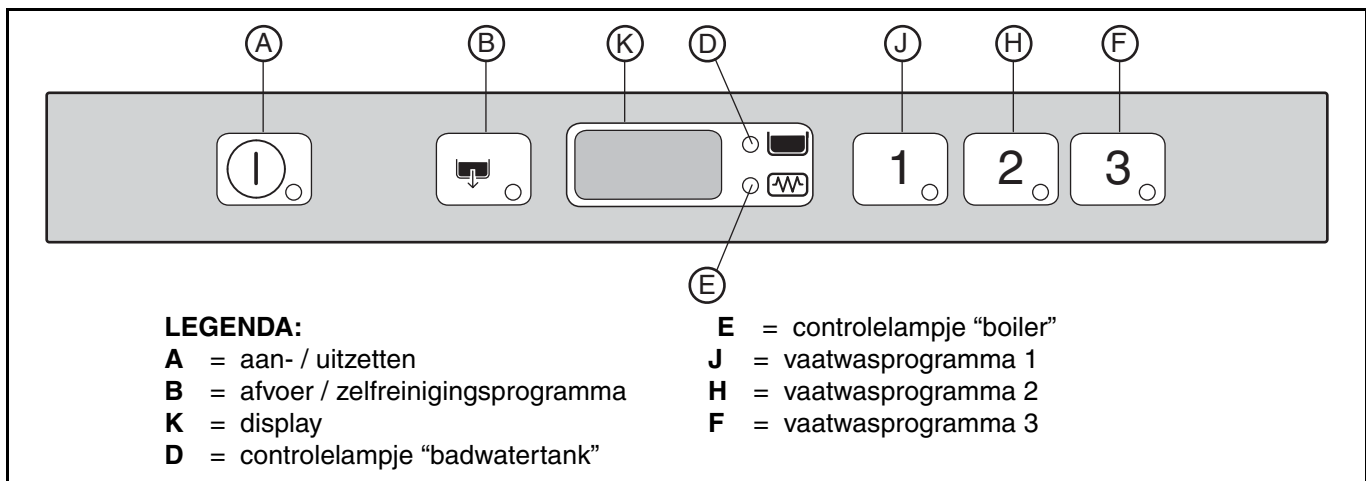

Fig. 15
Daarna zal het controlelampje van knop "A" (Fig. 15) gaan branden hetgeen betekent dat de vaatwasmachine onder spanning staat, met water gevuld wordt en het water begint met opwarmen.
Om de temperatuur van de boiler tijdens de verwarming van de badwatertank weer te laten geven moet u de deur opendoen en op knop "J" (Fig. 15) drukken.
Voor minder vuil vaatwerk: druk op knop "J" (Fig. 15) (zie tijdtabel).
Voor normaal vuil vaatwerk: druk op knop "H" (Fig. 15) (zie tijdtabel).
Voor erg vuil vaatwerk: druk op knop "F" (Fig. 15) (zie tijdtabel).
- Kies het afvoerprogramma door op knop "B" (Fig. 15) te drukken.
- Zet de vaatwasmachine uit door op knop "A" (Fig. 15) te drukken.